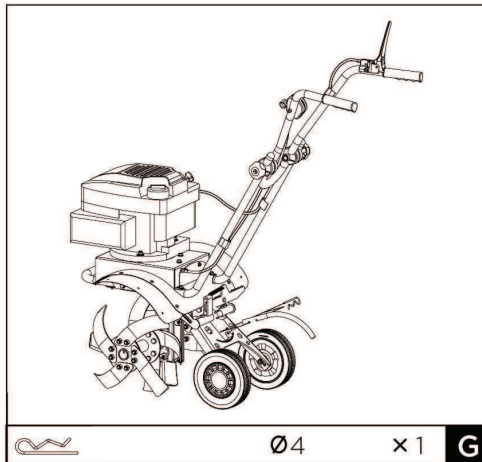

рис. 11
3. Вывинтите верхний болт, как показано на рис. 11 чтобы добавить смазку в червячную передачу. Добавляйте смазку в заливное отверстие до тех пор, пока она не станет вытекать наружу.